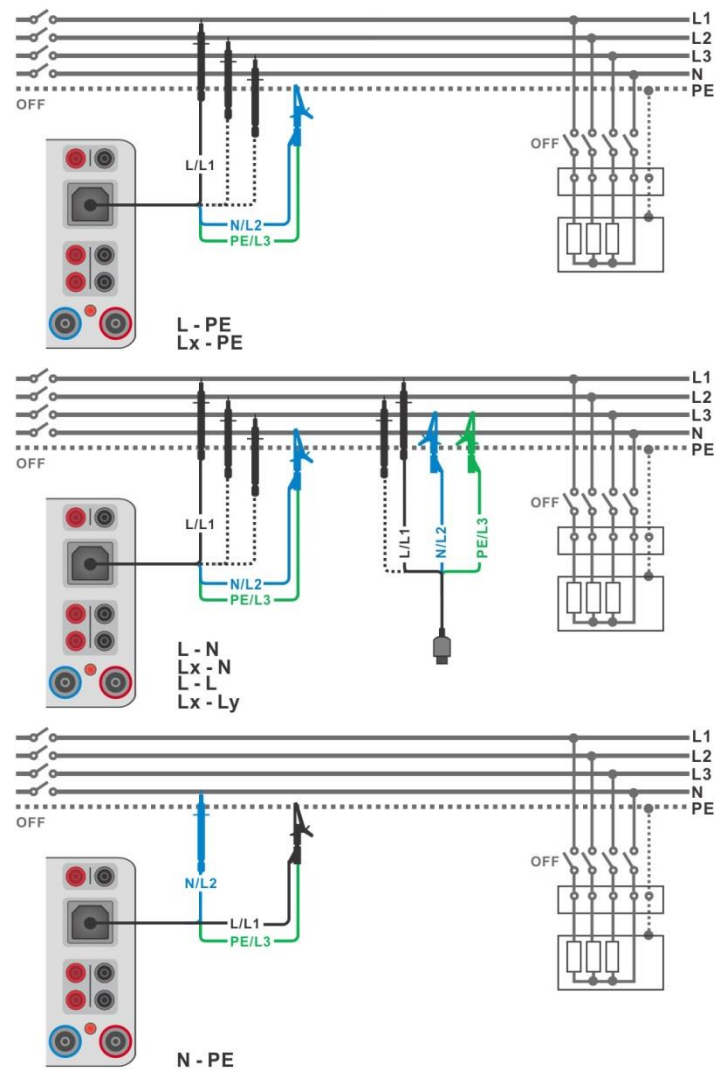

Abbildung 6.31: Anschluss mit 3-Leiter Prüfadapter
- › Schließen Sie den 3-Leiter Prüfadapter am Prüfling an. (Siehe **Abbildung 6.31**).